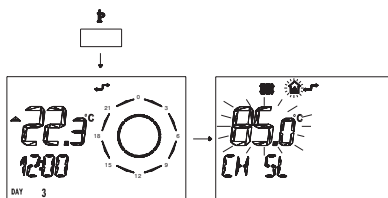

Figura 5.62 Remoto.
- 1 Premere per più di 3 secondi il pulsante per entrare in modalità **INFO** (**Figura 5.62**)